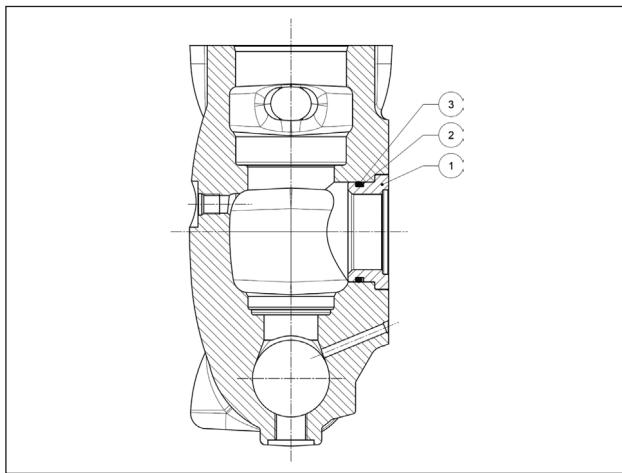
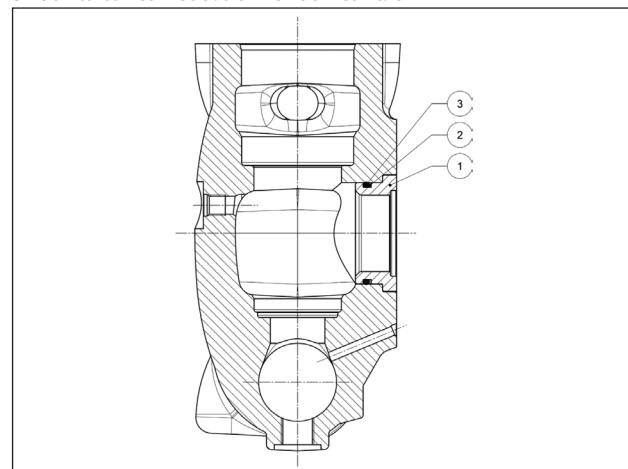

Fig. 167
Fig. 168
La cabeza ya trabajada se ha de ensamblar mediante la introducción de los casquillos (pos. ①) con anillas antiextrusión (pos. ②) y juntas tóricas (pos. ③) como se representa en la Fig. 167 para LK36-40-45 y en la Fig. 168 para LK50-55-60: